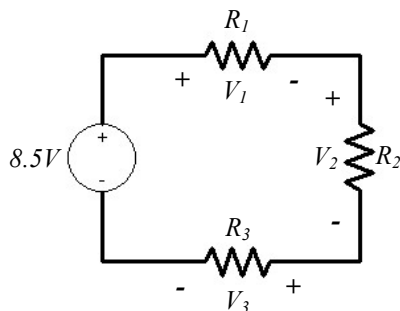
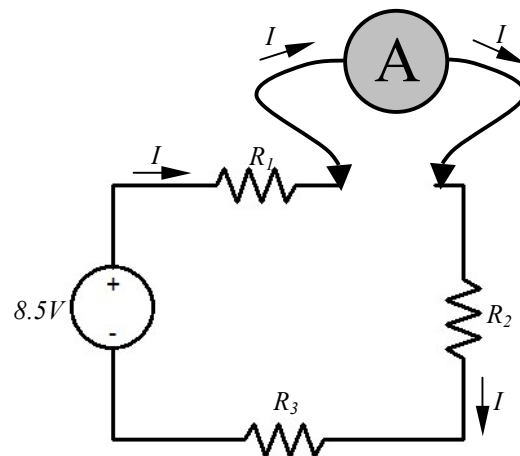

Fig. 1.3
Fig. 1.4
Monte na placa branca o circuito da fig. 1.3 com $R_1 = 1k\Omega$, $R_2 = 680\Omega$ e $R_3 = 330\Omega$.
a) Usando este procedimento, meça a corrente no circuito da fig. 1.3 (veja a fig. 1.4). *4.24 mA*